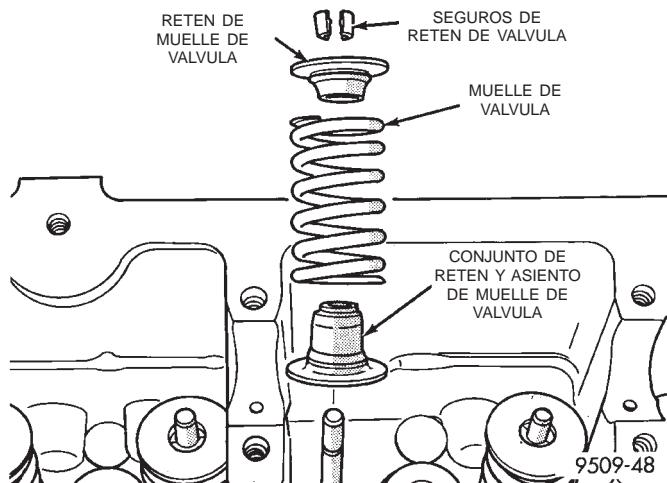

Fig. 29 Conjuntos de retén de vástagos y asiento de muelle de válvula
(1) Instale el conjunto de asiento de muelle de válvula/retén de válvula (Fig. 29) tal como se describe